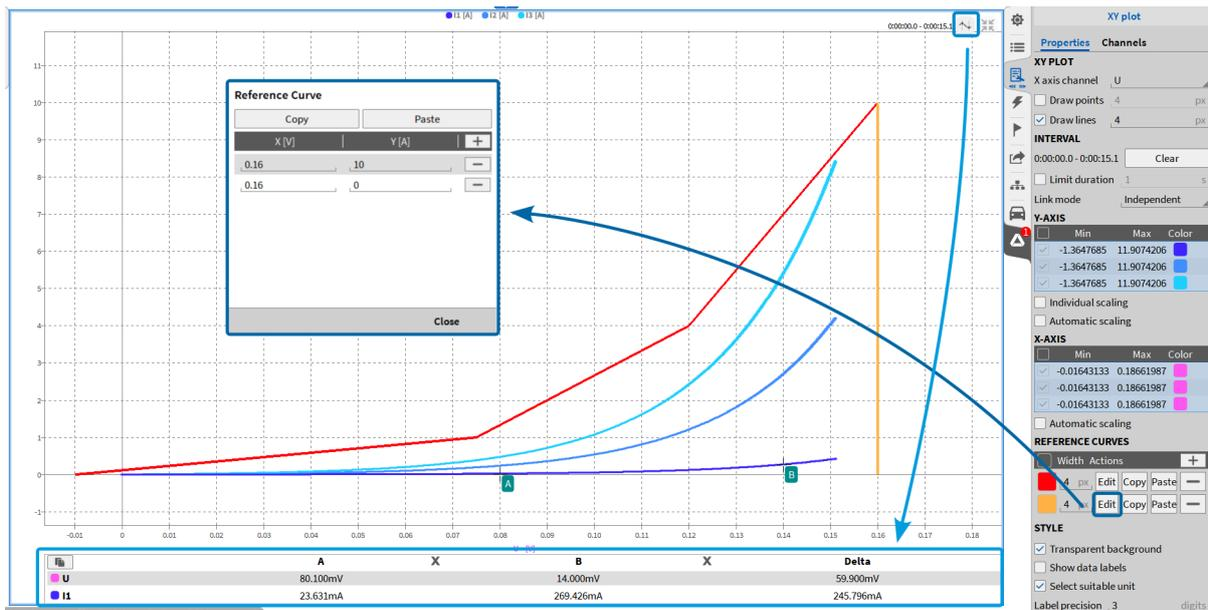

Abb. 8.91: XY-Anzeige – hervorgehobene Referenzkurveneinstellungen und A/B-Cursor
- Klicken Sie auf „Bearbeiten“, um die Referenzkurve durch Eingabe der X- und Y-Koordinaten zu definieren. OXYGEN zeichnet automatisch lineare Segmente zwischen den definierten Punkten. (siehe Abb. 8.91).